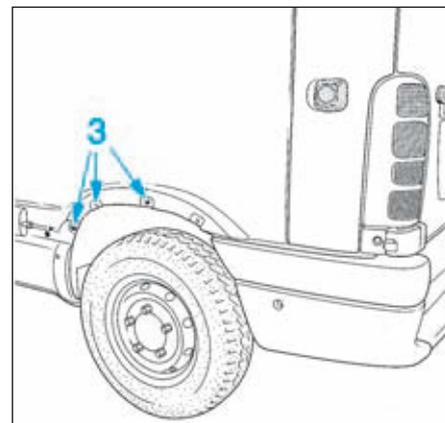

FIG.138
- Tirer sur la baguette en (3) pour la dégraffer (Fig.138).